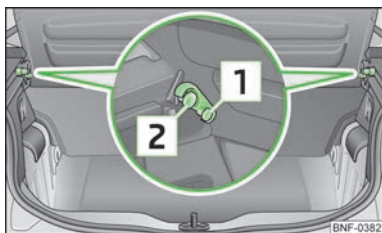

Bild 43
- För att fälla upp lyfter man bagagerumsskyddet och trycker i hållarna på sidan [1] » bild 43.
- För att demontera det, dra nedtill ut bagagerumsskyddet ur sidofästena [2] » bild 43.
Var noga med att bagagerumsskyddet sitter ordentligt ihakat i sidofästena [2] » bild 43 - Skaderisk för bagagerumsskyddet resp. bagagerummet.